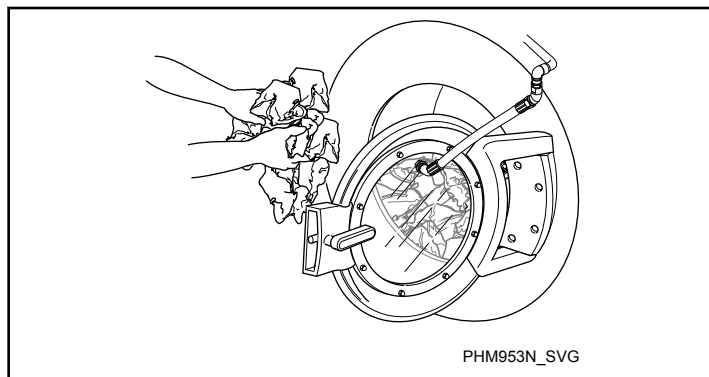

Figure 46
3. Charger à pleine capacité si possible. NE PAS SURCHARGER. Se reporter à la *Figure 46*.